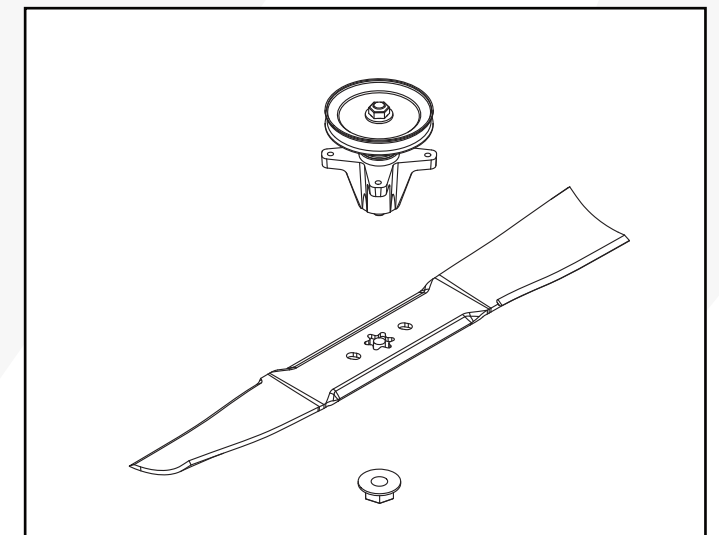

Fig. 33
- Retire la tuerca de la cuchilla y la cuchilla. (Fig. 33)